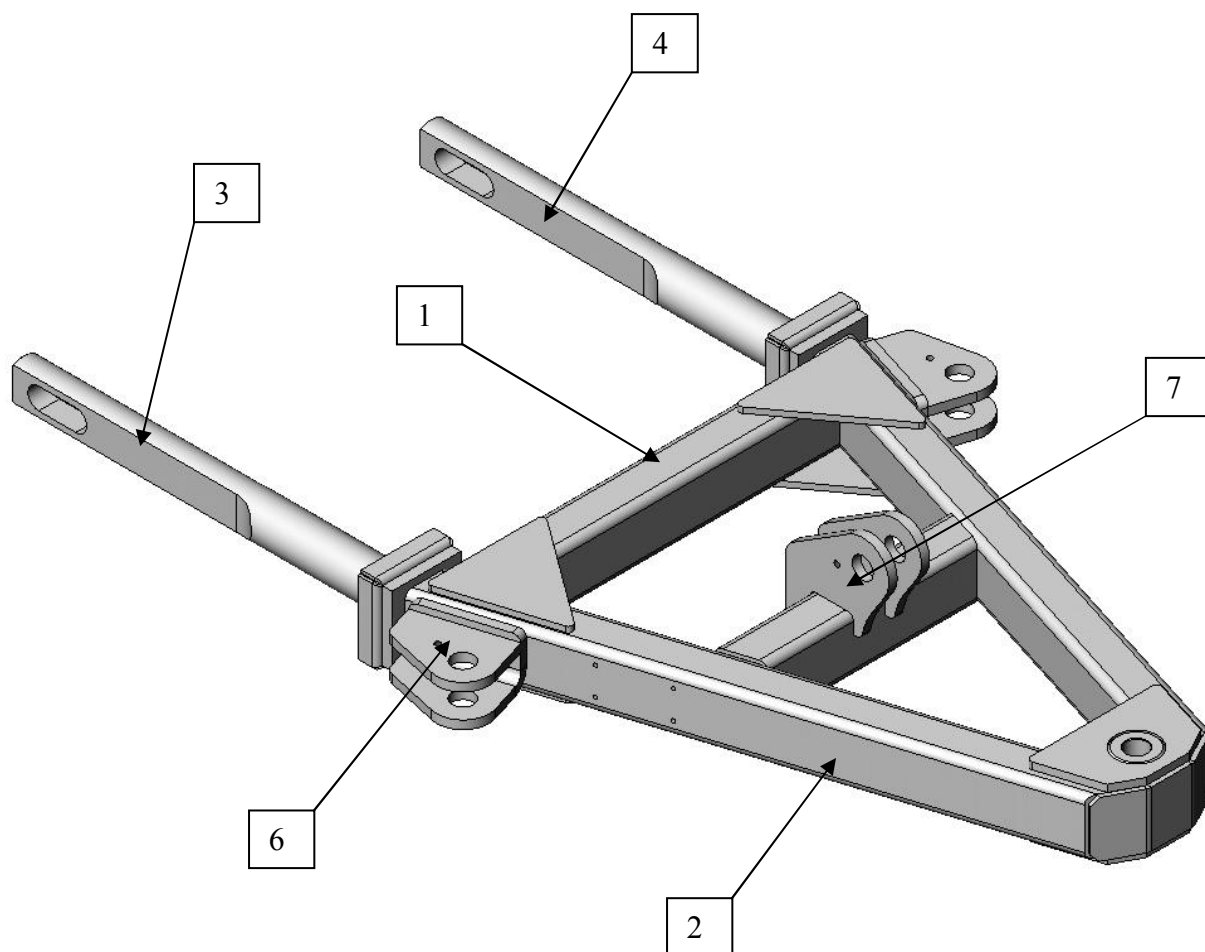

Fig.2 Suport lama
3.2.1. Suportul lamei atirante (fig.2) reprezintă o construcție sudată pe care sunt montate lama de lucru și suporturi prinse la tractor.